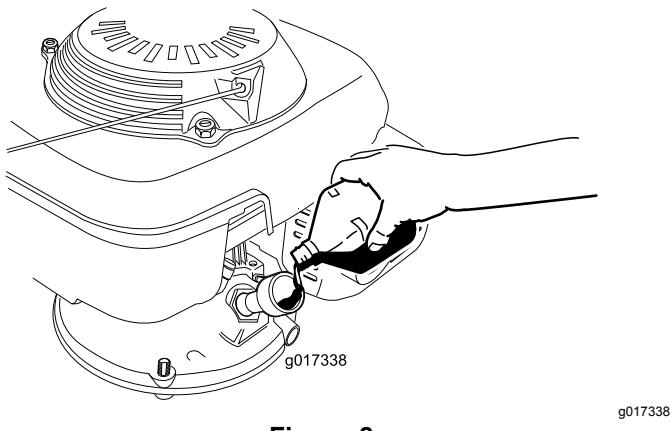

Figura 8
3. Lentamente deite óleo no orifício de enchimento do óleo, aguarde 3 minutos e verifique o nível do óleo na vareta ao limpar a vareta e, depois, introduza, **mas sem a apertar**, a tampa no orifício de enchimento do óleo (**Figura 8**).